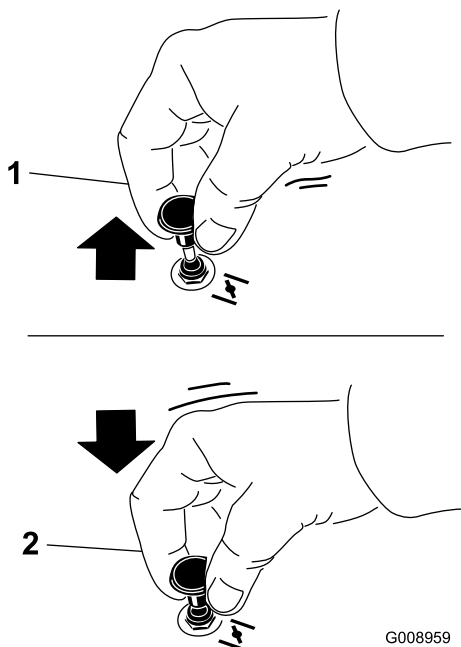

Figure 24
1. Tirez sur la commande de starter pour engager le starter avant d'utiliser le commutateur d'allumage (Figure 24).
2. Poussez sur le bouton du starter pour désengager le starter lorsque le moteur a démarré (Figure 24).